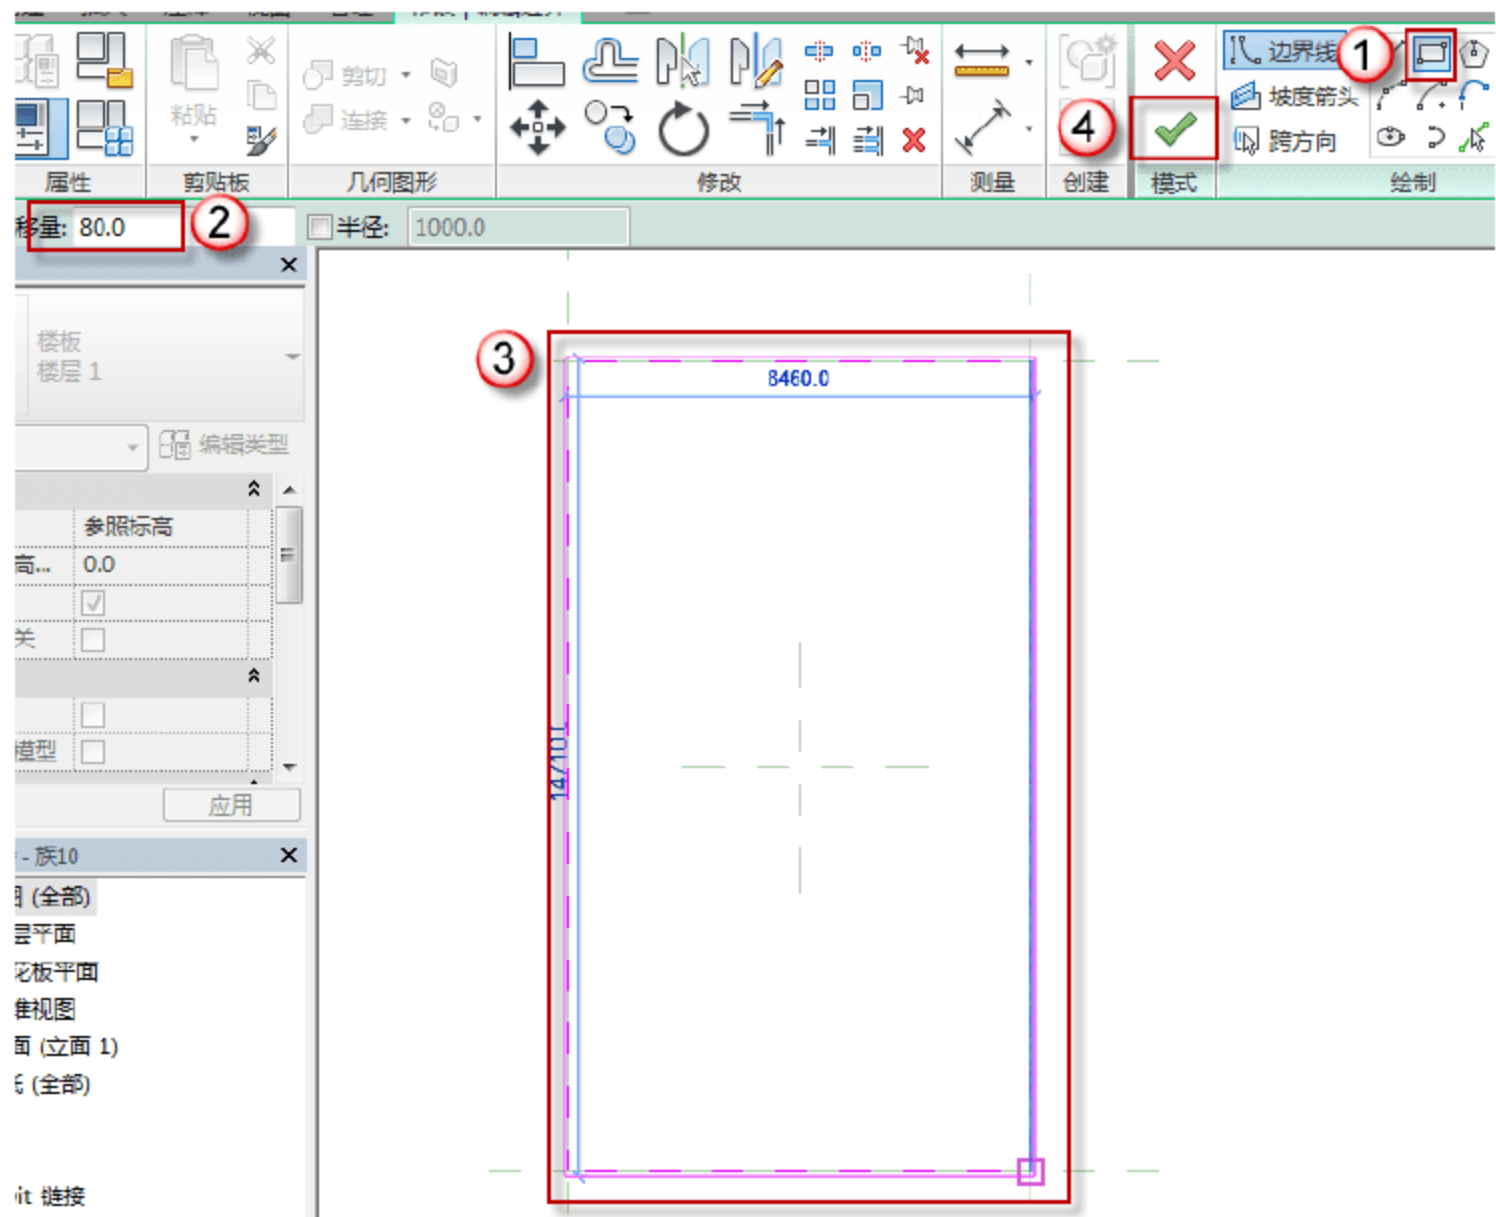

图 12.1.32 绘制楼板轮廓
(7) 绘制楼板轮廓。在绘制任务栏中选择“矩形”工具，在“偏移量”后输入“80”字样，然后绘制楼板轮廓，然后在上下文关联选项板中单击√按钮，如图 12.1.32 所示。